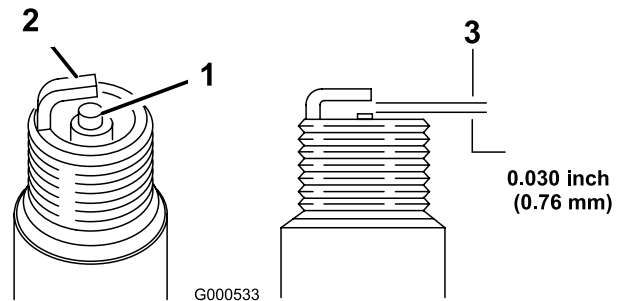

Figura 26
4. Fije el hueco entre los electrodos en 0,76 mm (Figura 26).